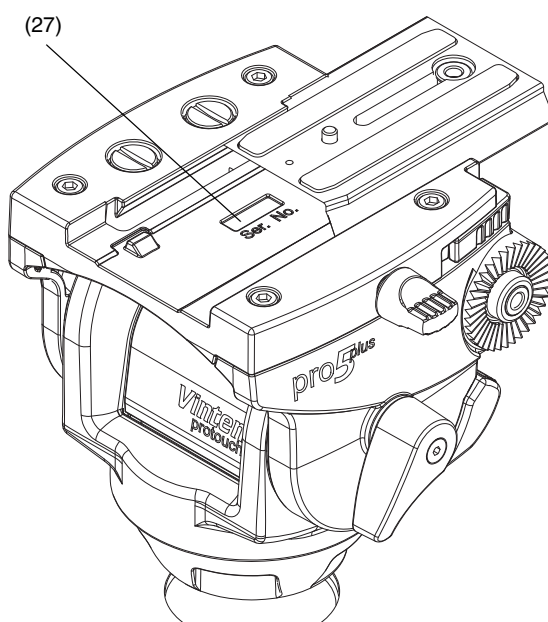

Fig. 9
L'emplacement du numéro de série du produit (27) est indiqué dans la Fig. 9.